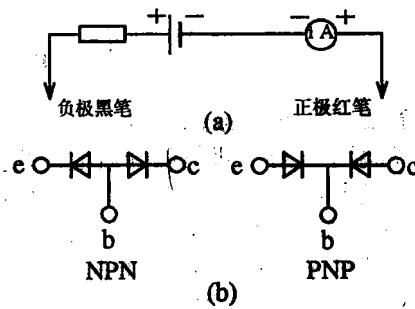

图 1.6 用万用表测三极管电极
万用表欧姆挡可以等效为由一个电源（电池）、一个电阻和微安表相串联的电路，如图1.6(a)所示，红表笔接电源负极，黑表笔接电源正极。
(1) 三极管可视为两个背靠背或相反联接的二极管，如图1.6(b)所示。
(2) 三极管三个区的特点：发射区杂质浓度大，基区薄且杂质浓度低，集电区杂质浓度很低。因此，发射结正偏时，射区有大量的载流子进入基区，且在基区被复合的数量有限，大部分被集电极所吸收，所以此时的电流放大系数 \$\beta\$ 大。如果把发射极和集电极调换使用，则集电结正偏时，集电区向基区发射的载流子数量有限，在基区被复合后能被发射极吸收的载流子比例很小，所以 \$\beta\_{\text{反}}\$ 很小。